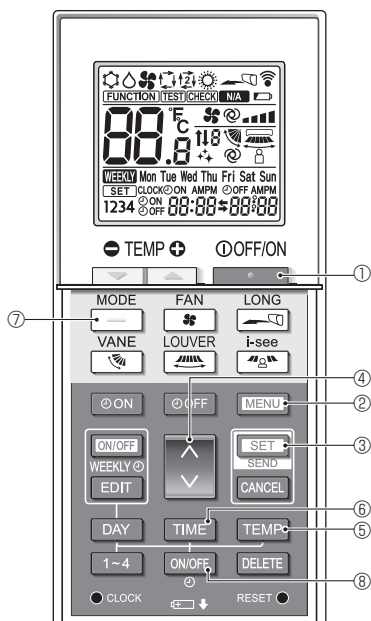

Fig. 6-9
1. Нажмите кнопку **←** (1), чтобы остановить работу кондиционера воздуха.
2. Нажмите кнопку **MENU** (2).
Отобразится экран настройки Function (Настройка функций) и будет мигать числовое значение функции (A). (Fig. 6-9)